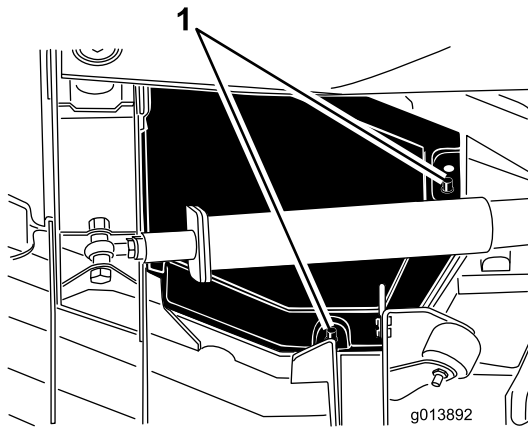

Bild 77
4. Heben Sie die hinteren und inneren Abdeckungskanten von den Befestigungsstreben (Bild 77).